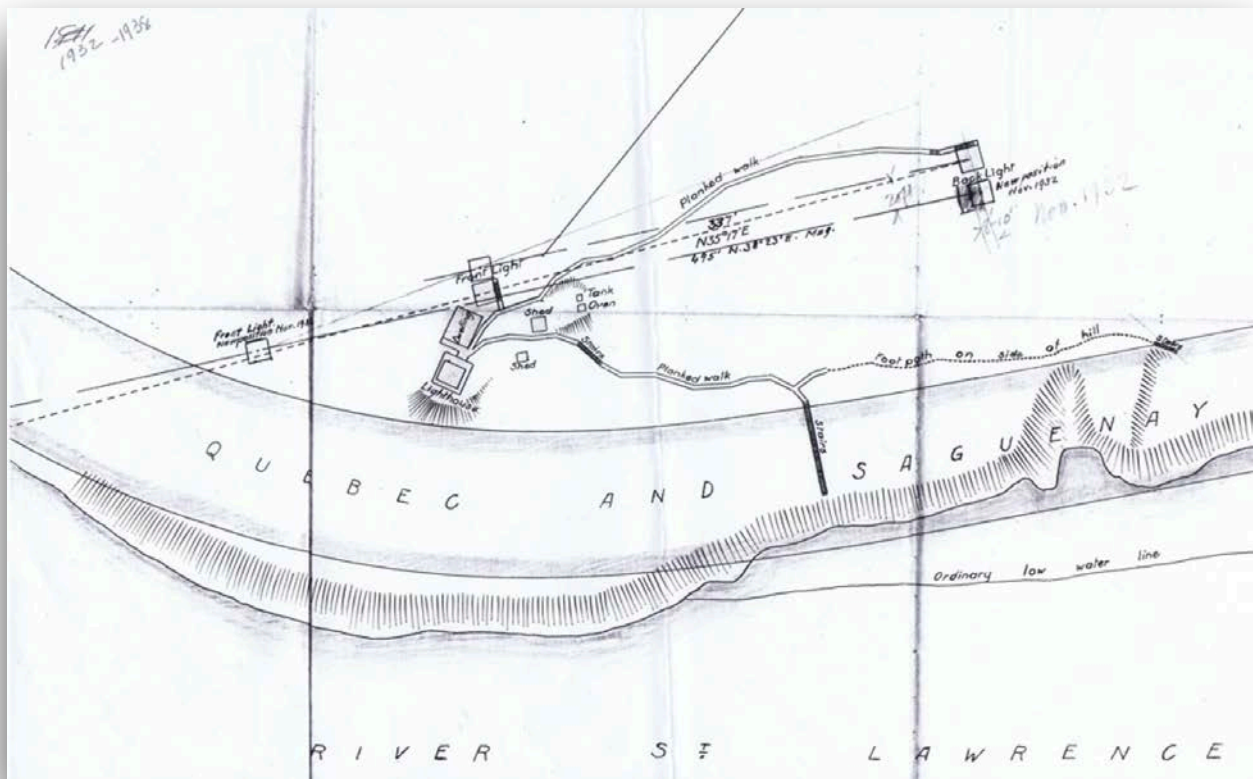

Figure 11 Les installations du cap Brûlé en 1932 (Pêches et Océans Canada)
M. A. Boudreault sera gardien en 1922. Il sera aussitôt remplacé par A. Lavoie (1922-1931), puis par Gédéon Bouchard (de 1931 à 1937). C'est sous sa gouverne que l'on corrigera, en 1932, l'alignement des feux, notamment en déplaçant la lumière avant vers l'ouest et l'arrière vers le sud. Sur un plan illustrant ces travaux, on peut localiser, outre les éléments déjà décrits, le réservoir d'huile et un four (à pain ?) (Figure 11). On remarque que l'on a quelque peu modifié le trottoir en bois menant au pied du cap, probablement afin de faciliter les déplacements vers la voie ferrée.